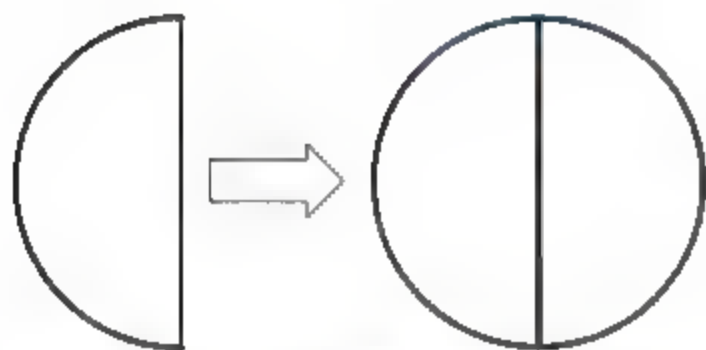

图4-66 旋转复制对象
- 复制: 创建要旋转的对象的副本, 即保留源对象, 效果如图4-66所示。命令行提示如下